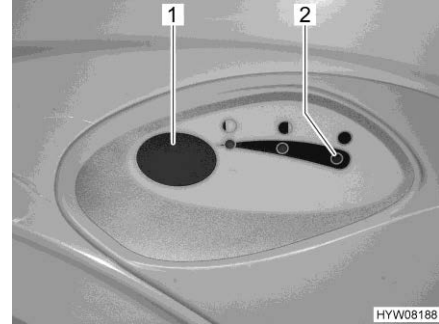

Fig. 296 Pulsante dello sciacquone/
- Per sciacquare premere il pulsante blu (Fig. 296,1).
La spia di controllo (Fig. 296,2) si accende quando il serbatoio fecale deve essere svuotato.